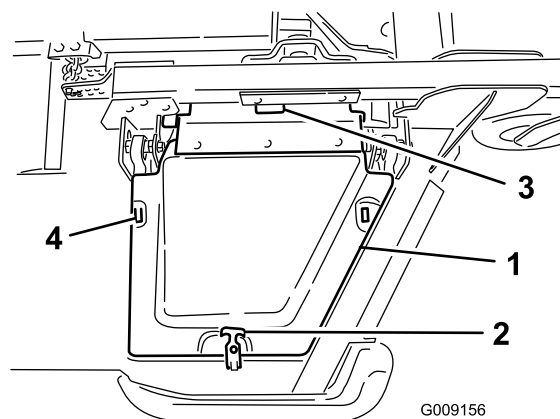

Bild 6
8. Montieren Sie die Flügelmähwerkabdeckung und befestigen sie mit dem abgenommenen Gummiverschluss (**Bild 6**).